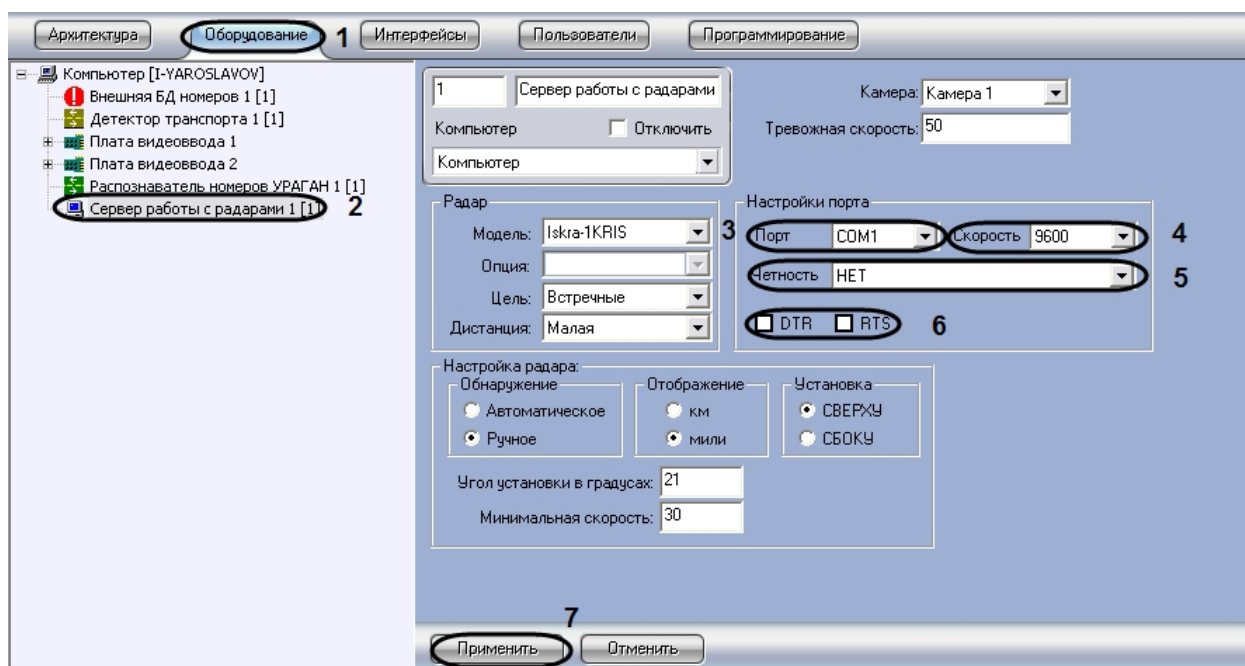

Рис. 50. Панель настроек объекта «Сервер работы с радарными»
2. В дереве объектов на вкладке «Оборудование» выбрать объект «Сервер работы с радарными», соответствующий настраиваемому программному модулю «Радар». В правой части вкладки «Оборудование» отобразится панель настройки выбранного объекта (см. Рис. 50).